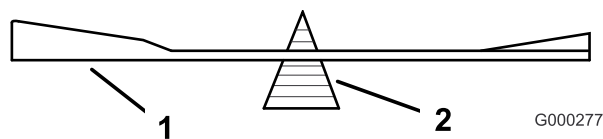

図 72
2. ブレード balancer を使ってバランスを調べる（図 72）。